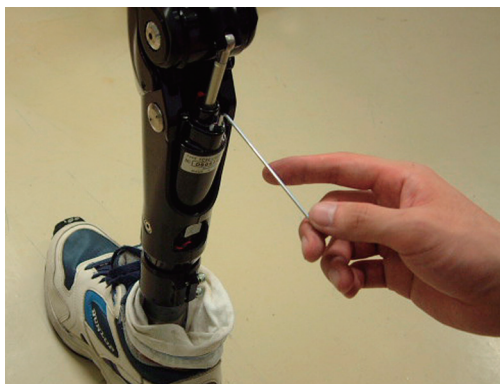

Figura 16 La procedura per stringere la valvola di smorzamento
- 1 Girare la valvola di smorzamento utilizzando una chiave a brugola (2 mm) come mostrato nella Figura 16.